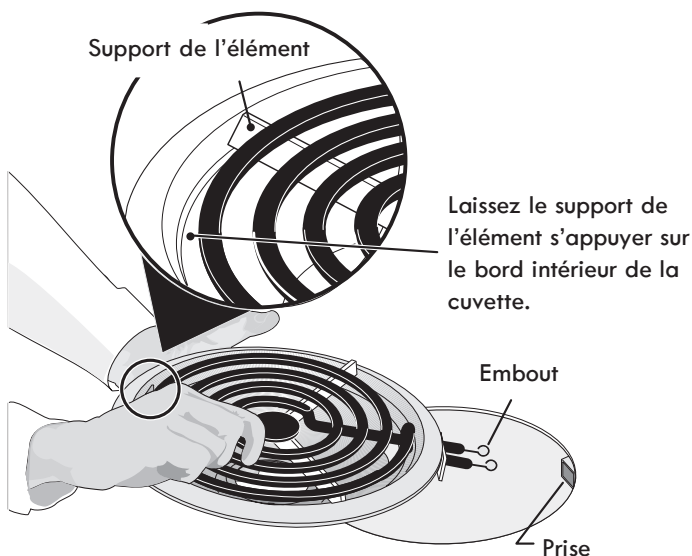

Fig. 1
2. Pendant que vous tenez la cuvette et l'élément de surface, tirez doucement pour sortir l'embout de sa prise (fig. 1).